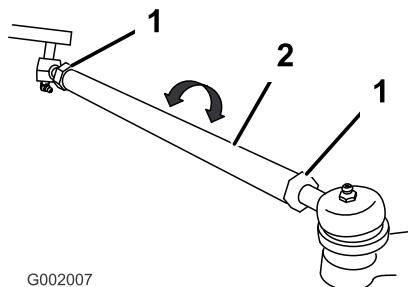

Figura 58
5. Se a medição obtida não corresponder aos valores especificados desaperte as porcas de segurança nas extremidades das barras transversais (Figura 58).